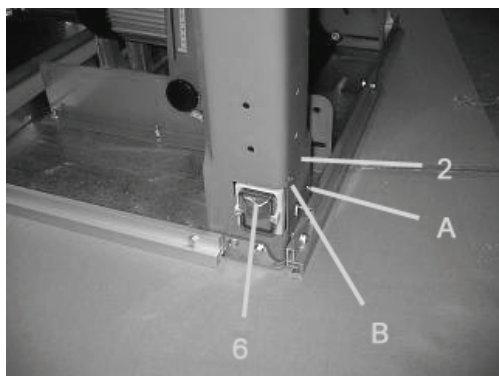

Fig. 2
- Mediante delle due viti di guida ST4.2x13 montare la parte 1 sulla parte 2 (vedi fig. 2).